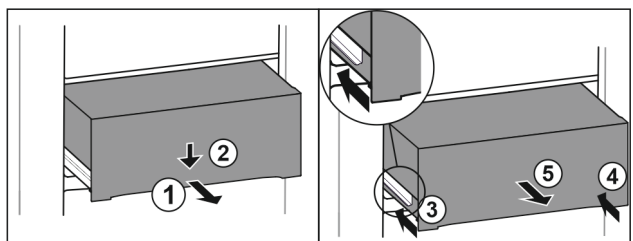

Fig. 81
- ▶ Predal izvlecite do polovice. Fig. 81 (1)
- ▶ Predal na sprednji strani potisnite navzdol. Fig. 81 (2)
- ▶ Levo vodilo potisnite približno 2 cm noter. Fig. 81 (3)
- ▶ Desno vodilo potisnite približno 2 cm noter. Fig. 81 (4)
- ▶ Predal vzemite ven v smeri naprej. Fig. 81 (5)